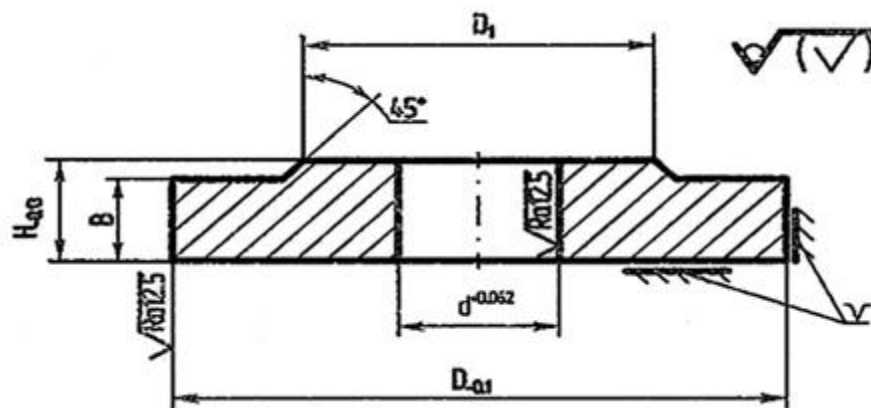

Рисунок 1 – Эскиз детали « Фланец»
1.Выполнить эскиз фланца (см. рисунок 1) по размерам, соответствующим вашему варианту (см. таблицу).